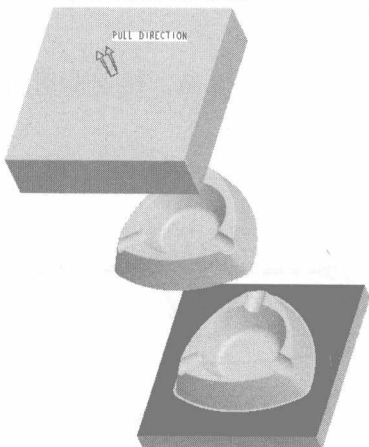

图1-36 铸模零件向上移动
31. 选择菜单管理器中的【完成】命令，铸模零件向上移动，如图 1-36 所示。